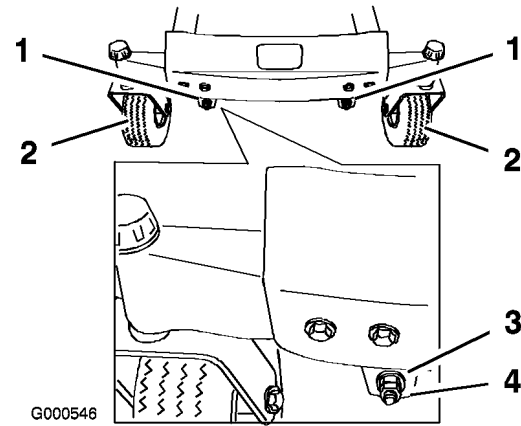
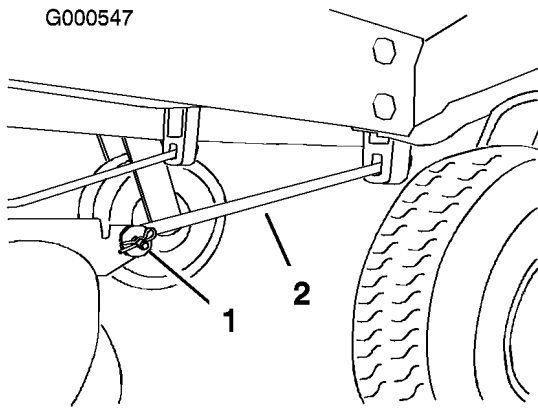

Bild 46
Bild 47
11. Nehmen Sie für das Einstellen der Schnittmesserneigung in Längsrichtung die Sicherungsmuttern ab. Drehen Sie dann die Einstellmutter vorne am Mähwerk (Bild 46).
13. Prüfen Sie, nachdem beide Einstellmutter gleichmäßig eingestellt worden sind, erneut die Schnittmesserneigung in Längsrichtung. Fahren Sie mit der Einstellung der Mutter fort, bis die vordere Schnittmesserspitze um 1,6-7,9 mm tiefer liegt als die hintere Spitze (Bild 46).
Hinweis: Stellen Sie nach dem Einstellen der Einstellmuttern sicher, dass die Stützstangen kein Spiel aufweisen (Bild 47). Ziehen Sie die Stangen fest, wenn ein Spiel vorhanden ist (Bild 46).
4. Nehmen Sie an jeder Seite des Mähwerks den Splint und den Lastösenbolzen aus der vorderen Stützstange (Bild 47).
- Befestigen Sie die vorderen Stützstangen mit den Lastösenbolzen und Splints an der Maschine (Bild 47).